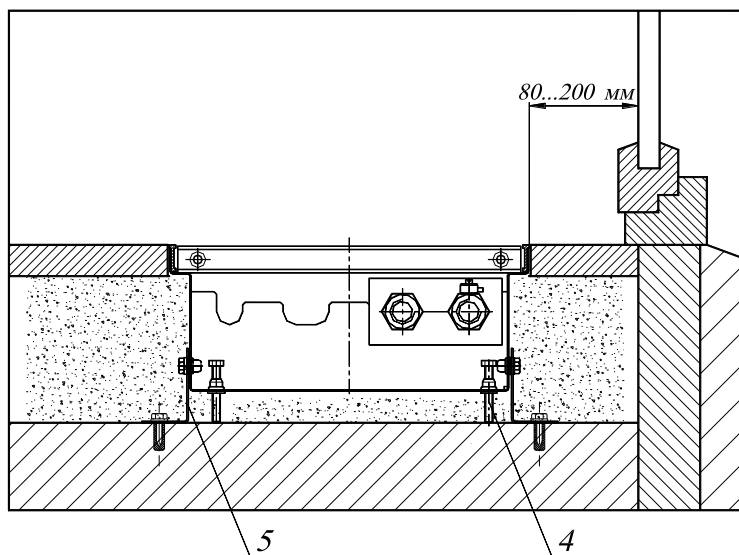

Рис.2
- 5.2 Конвектор монтируется в пол, для этого необходимо установить корпус конвектора в заранее подготовленный канал в полу и выровнять его по уровню чистого пола, с помощью упорных болтов 4 закрепив опорами 5 (см. Рис.2).